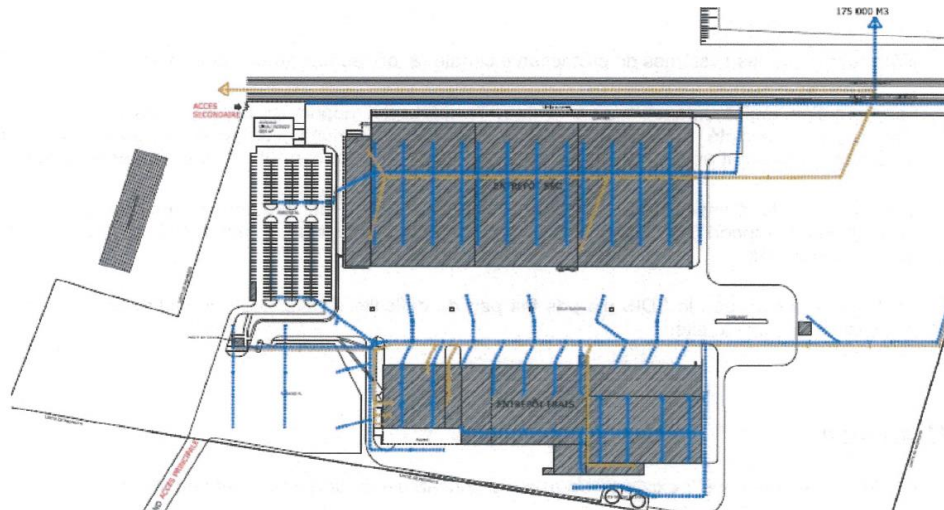

Figure 5 : Plan de masse du site
Afin d'illustrer la mise en application de l'outil Flumilog sur une configuration réelle, le cas de l'incendie du site Carrefour de Crépy-en-Valois (60), survenu le 5 décembre 2013 a été exploité. Cet incendie est survenu dans le bâtiment entrepôt sec d'un site comportant un entrepôt frigorifique et un entrepôt produits secs dédié au stockage de différents types de denrées alimentaires. L'entrepôt sec comporte trois cellules, la cellule 1, à gauche de l'entrepôt sec sur la représentation de la Figure 5, comporte un stockage d'aérosols, les 2 autres cellules divers produits alimentaires secs.